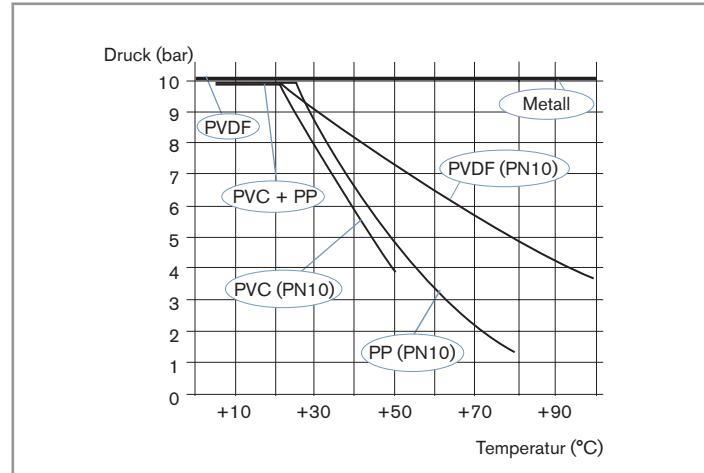

Bild 3: Abhängigkeit zwischen Flüssigkeits-Druck und Flüssigkeits-Temperatur für einen 8220 mit einem Fitting S020, je nach Werkstoff des verwendeten Fittings
Druck der Flüssigkeit	<p>PN 10</p> <p>Der maximale Flüssigkeitsdruck kann durch die Flüssigkeitstemperatur und den Werkstoff des verwendeten Fittings S020 eingeschränkt sein (siehe Bild 3)</p>
Flüssigkeitstemperatur	<p>Die maximale Flüssigkeitstemperatur kann durch den Flüssigkeitsdruck und den Werkstoff des verwendeten Fittings S020 eingeschränkt sein (siehe Bild 3)</p>
- ▶ Je nach Fittingwerkstoff die entsprechende Flüssigkeits-Temperatur / -Druck-Abhängigkeit berücksichtigen (siehe Bild 3, page 11).